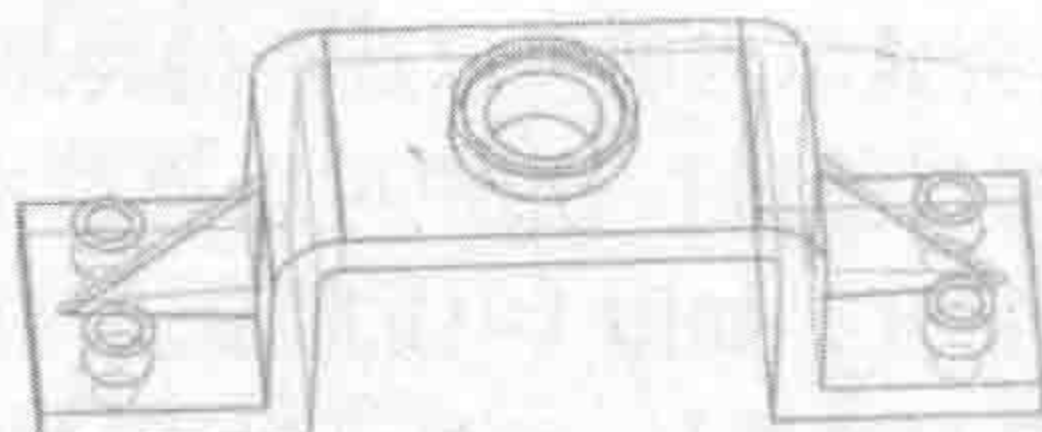

图 1-17 带有淡化边的线框
- **【带有淡化边的线框】**: 旋转视图时, 用边缘几何体渲染工作视图中的面, 使隐藏边淡化并动态更新面, 如图 1-17 所示。